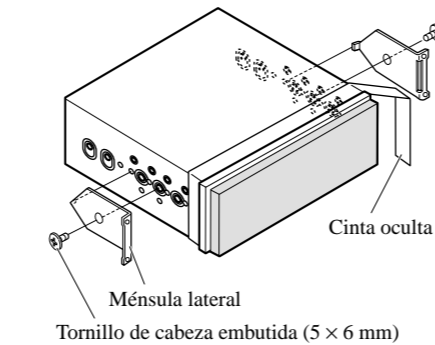

Fig. 11
1. **Decida la posición de las ménsulas laterales. (Fig. 11)**